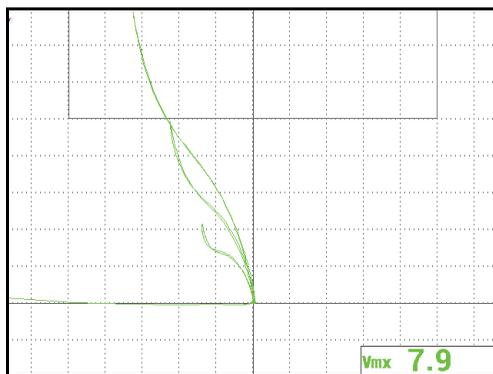

图 5-8 用于微调设置的全屏模式
3. 按全屏/下一组键（），切换到全屏模式，然后扫描标准试块。结果应该与第 122 页的图 5-8 中所显示的图像相似。所有参数的列表如第 122 页的图 5-9 所示。